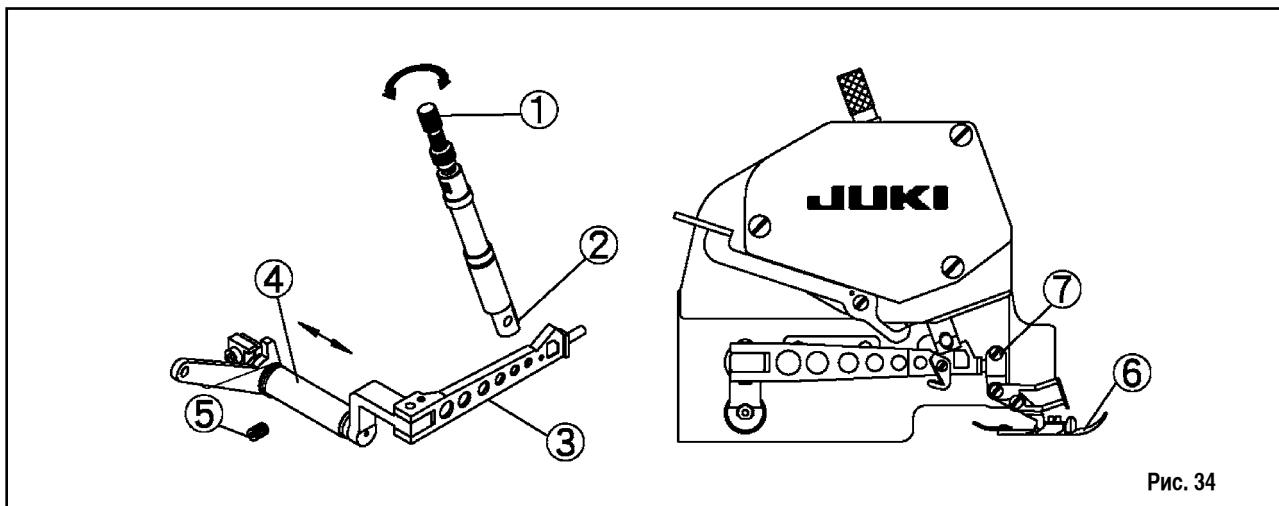

Рис. 34
1. Отрегулируйте положение прижимной лапки (Рис. 34)